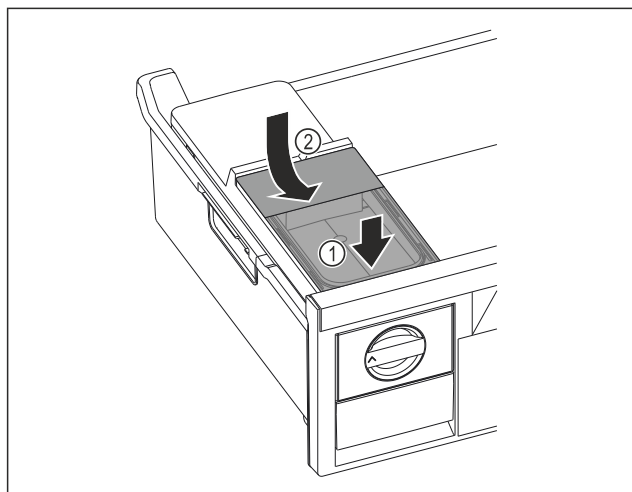

Fig. 139
- Collegare il serbatoio dell'acqua alla parte anteriore. *Fig. 139 (1)*
- Abbassare il serbatoio dell'acqua posteriore. *Fig. 139 (2)*